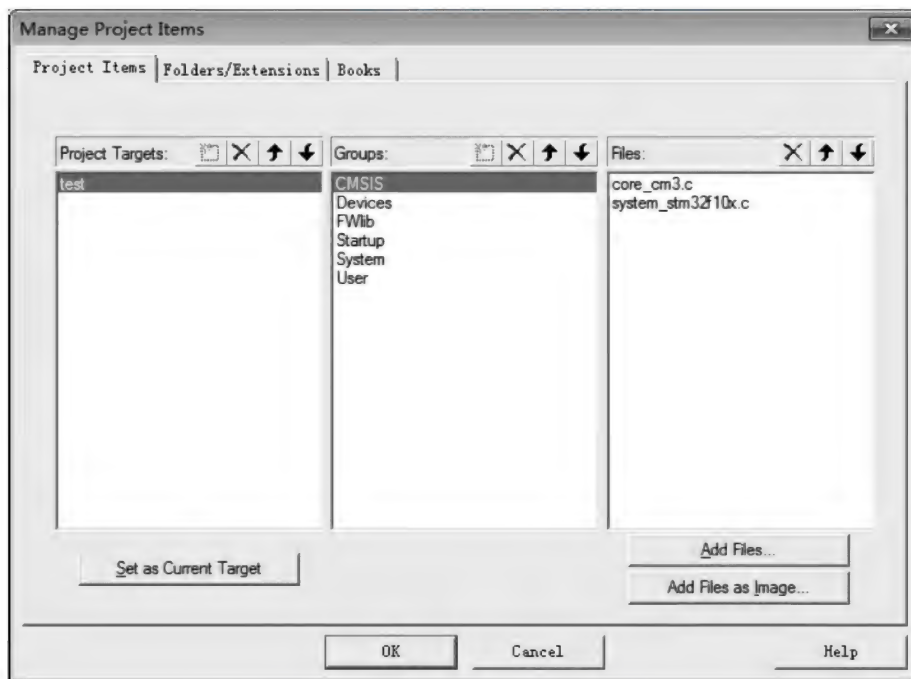

图 5.14 向 CMSIS 中添加内容
(2) CMSIS 组: 单击 Add Files 按钮,添加文件工程目录下 CMSIS → CM3 → CoreSupport 文件夹下的 core\_cm3.c 文件和 CMSIS → CM3 → Device Support → ST → STM32F10x 文件夹下的 system\_stm32f10x.c 文件,如图 5.14 所示。
(3) FWlib 组: 这里实际上是固件库中 STM32F10x\_StdPeriph\_Driver 目录下的内容,只需要将 src 目录下的文件添加到组中即可。原则上使用哪些外设就添加这些外设的操作